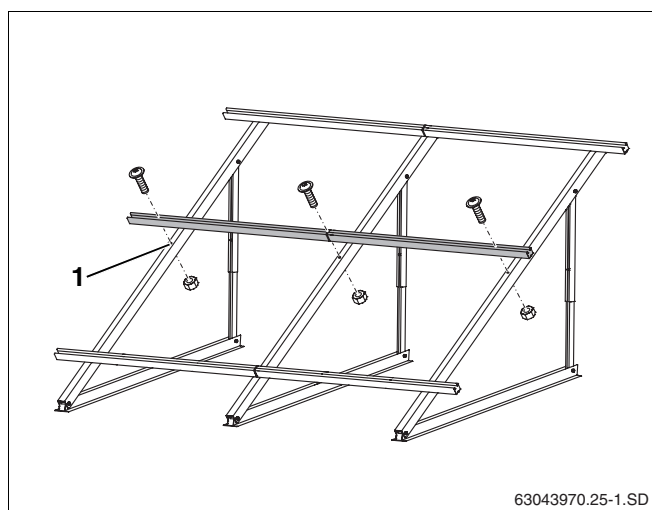

Fig. 35 Montaggio delle guide profilate supplementari
- Fissare le guide profilate supplementari nel foro centrale del profilo come descritto in capitolo 5.5.2 "Montare le guide profilate" (fig. 35, **pos. 1**).